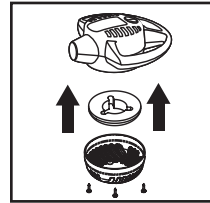

FIGURE 16
30. Après le nettoyage de la grille de l'orifice d'admission et le tampon en mousse, remettez-les en place et fixez-les avec les vis. **REMARQUE :** la grille de l'orifice d'admission ne s'insère correctement que dans une seule direction. FIGURE 16.